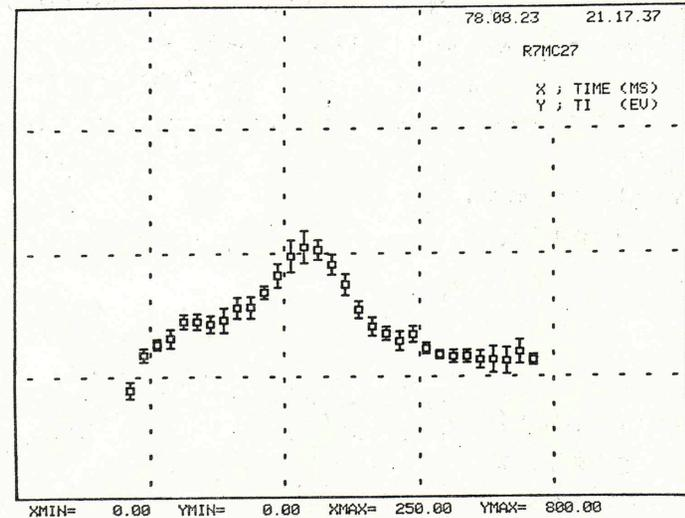

図5 DISP Q2 による誤差棒付データ表示の例
- (1) このルーチンを用いて描いた図の1例を図5に示す。
- (2) 誤差棒はデータの真を中心に上下等しい長さとなる。データ点を表わす四辺形□よりも誤差が小さいときには、誤差棒は表示されない。
- (3) LINETX と組合わせて使用する。